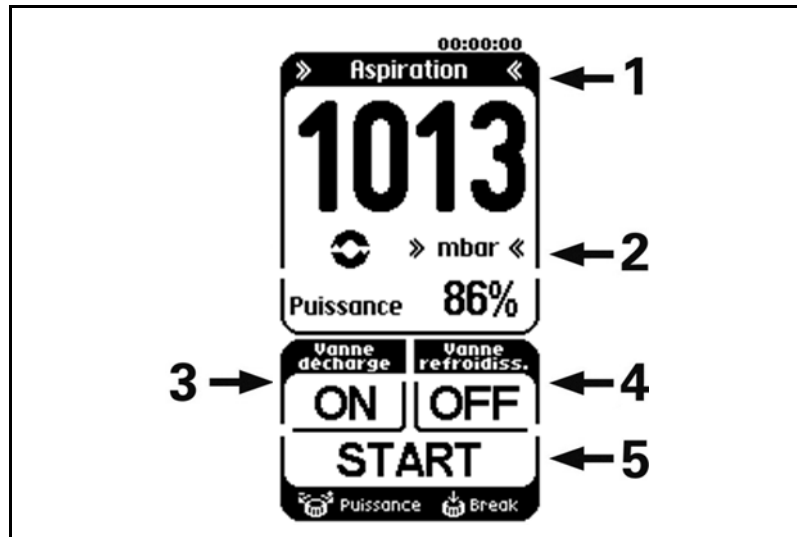

Fig. 5 : Menus et touches sur l'écran tactile
- Menus pour la sélection du mode de fonctionnement et de l'unité de l'affichage de pression (Fig. 5, page 22) ;
- Touches de commande (Fig. 5, page 22) avec les fonctions :
Pressez et maintenez enfoncée la touche *ON* (Fig. 5/3, page 22) pour ouvrir la vanne de sécurité.
Pressez la touche *ON* (Fig. 5/4, page 22) pour ouvrir la vanne de liquide de refroidissement.
Pressez la touche *OFF* (Fig. 5/4, page 22) pour refermer la vanne de liquide de refroidissement.